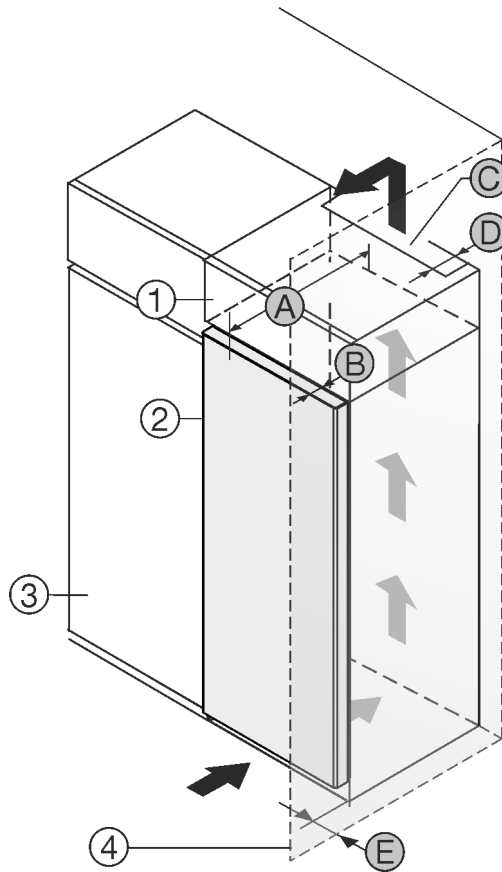

Fig. 1
- (1) Lisäkaappi *
- (2) Laitte *
- (3) Keittiökaappi *
- (4) Seinä *
- (A) Laitteen syvyys *
- (B) Oven syvyys *
- (C) Ilmanvaihdon halkaisija *
- (D) Etäisyys laitteen takaseinään *
- (E) Etäisyys laitteen kylkeen *
Voit pystyttää laitteen suoraan jääkaapin Fig. 1 (3) viereen.*
Lisäkaapin takana on oltava lisäkaapin levyinen poistoilmakuilu, jonka syvyys on Fig. 1 (D).*
Katon alapuolelle on jäätävä ilmanvaihdon poikkipinta-alaa Fig. 1 (C) vastaava tila.*
Jos asennat laitteen oven saranapuolen seinän Fig. 1 (4) viereen, laitteen ja seinän väliin on jätettävä vähintään 13 mm väli.*
Jotta voit avata ovet kokonaan, laitteen on oltava oven syvyyden Fig. 1 (B) verran ulospäin keittiökaappien etureunasta. Keittiökaappien Fig. 1 (3) syvyyden ja välikkeiden käytön mukaisesti laite voi olla ulompana.*